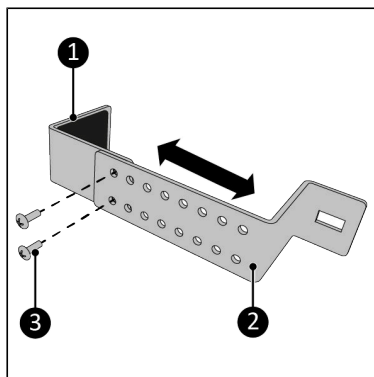

Figura 86.
3. Înșurubați partea superioară (Figura 86, nt. 1) și partea inferioară (Figura 86, nt. 2) împreună folosind cele două șuruburi M5 x 10 mm (Figura 86, nt. 3). Asigurați-vă că lățimea este puțin mai mare decât lățimea ramei ferestrei.